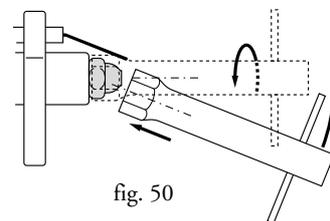

fig. 50
- verificare la pulizia della ventola (e relativa sede), della testa di combustione e degli elettrodi di accensione; pulire ed asportare le impurità da tutte le superfici aiutandosi con un pennello ed un aspirapolvere e, se necessario, sostituire l'ugello del gasolio. Per la sostituzione dell'ugello, utilizzare una chiave appropriata facendo attenzione a non rovinare gli elettrodi (fig. 50). Dopo il montaggio del nuovo ugello, controllare le posizioni degli elettrodi che, per un corretto funzionamento del bruciatore, dovranno rispettare le quote indicate nella figura 51.